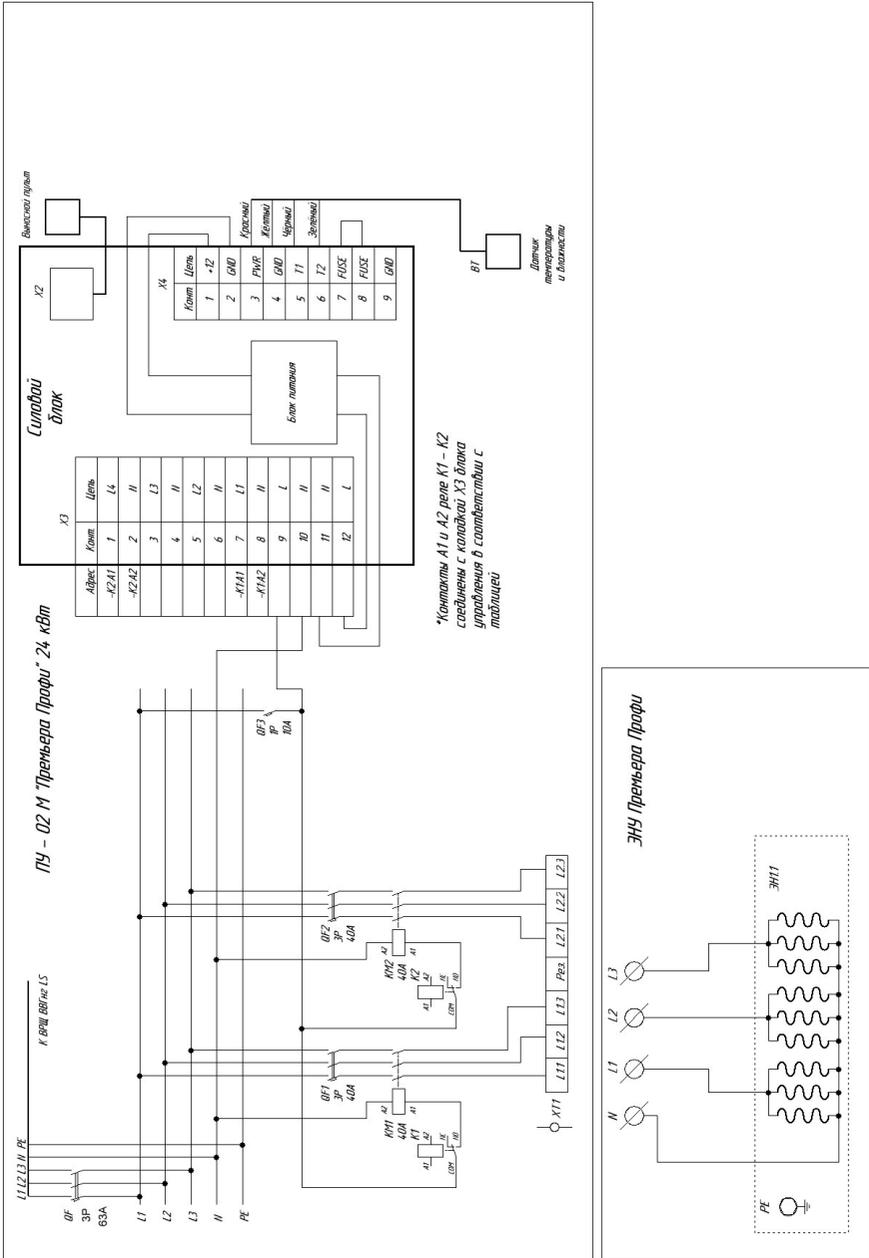

Рис. 1.3.1 Подключение Устройства к электрической сети при односекционном исполнении 24 кВт
* Электрическая схема ЭНУ и ПУ представлена на рис. 1.3.1; 1.3.2; 1.3.3; 1.3.4; 1.3.5